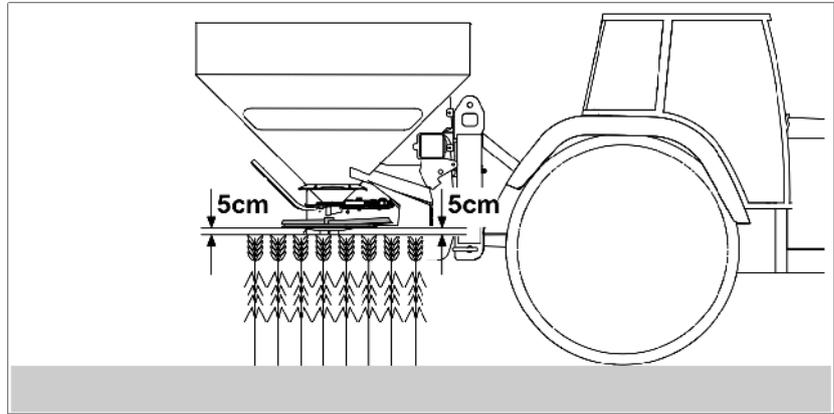

Fig. 57
3. Faites pivoter les ailerons mobiles (Fig. 57/1) des aubes d'épandage dans la position souhaitée pour l'épandage normal ou tardif.